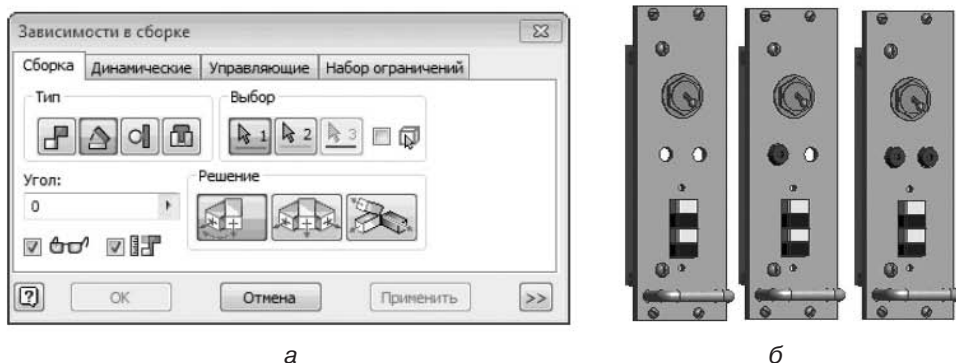

Рис. 9.95. Результаты добавления в сборку новых компонентов
31. Добавьте в сборку еще одно гнездо. Выберите команду Сборка ► Позиция ► Зависимость . Укажите цилиндрические поверхности сопрягаемых отверстий у ПП и гнезда, назначьте зависимость Соосность. Поочередно укажите лицевую грань ПП и после разворота — сопрягаемую вертикальную грань гнезда, назначьте зависимость Совпадение. После отработки заданных зависимостей получим результат, показанный на рис. 9.95, б.